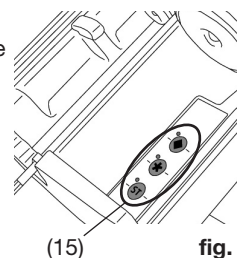

fig. 7
- Attivare il programma di miscelazione premendo il pulsante del relativo programma (15, fig. 7).